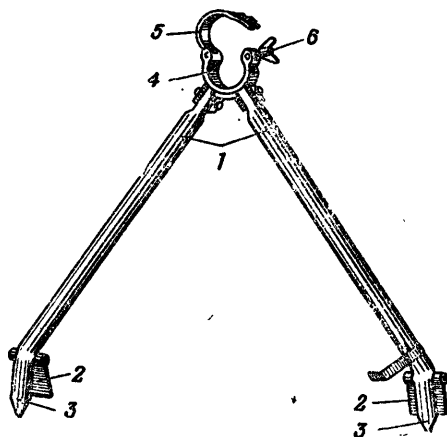

Рис. 22. Сошка:
16. Сошка (рис. 22) служит упором при стрельбе. Она состоит из хомута и двух ног, укрепленных в движке. Верхняя часть хомута откидная; она